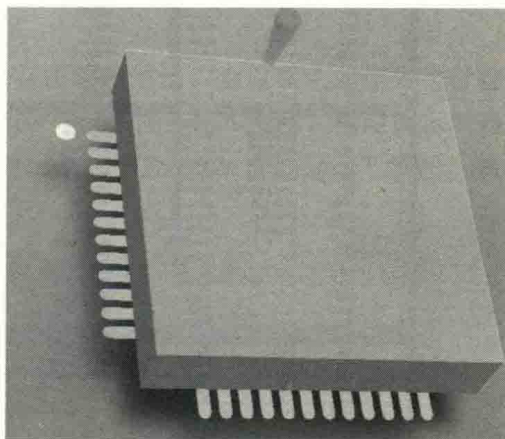

图 12-32 3D 预览
(3) 沿着管脚中心绘制一个正方形的自动 3D 模型，放置完成之后，可以切换到 3D 模式下看看效果，如图 12-32 所示。